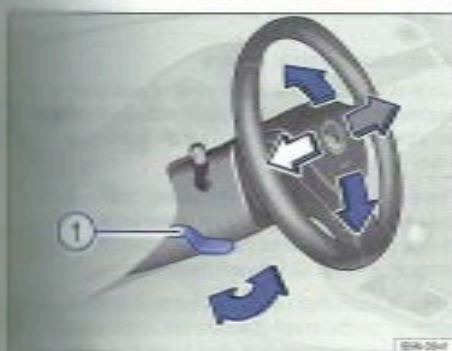

Fig. 50 Sous le volant de direction dans le revêtement de la colonne de direction : levier pour le réglage mécanique.
- Basculez le levier ➡ fig. 50 ① vers le bas et amenez le volant de direction dans la position souhaitée.